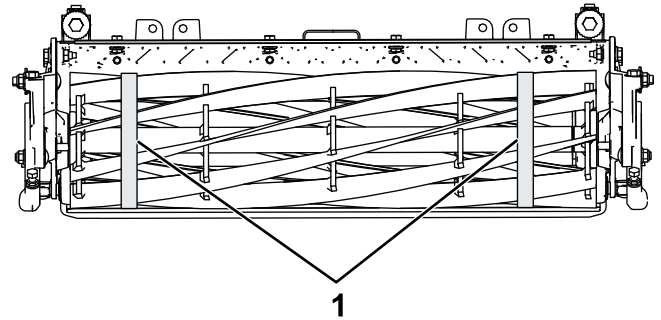

Figura 35
3. Con una cinta de medición de diámetro, mida el diámetro exterior del molinete en ambos extremos (Figura 35); la diferencia en el diámetro exterior entre los extremos debe ser inferior a 0,250 mm. Si la diferencia es superior, amole para corregir la diferencia.